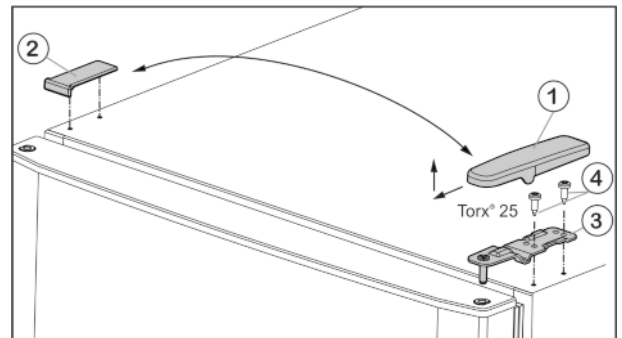
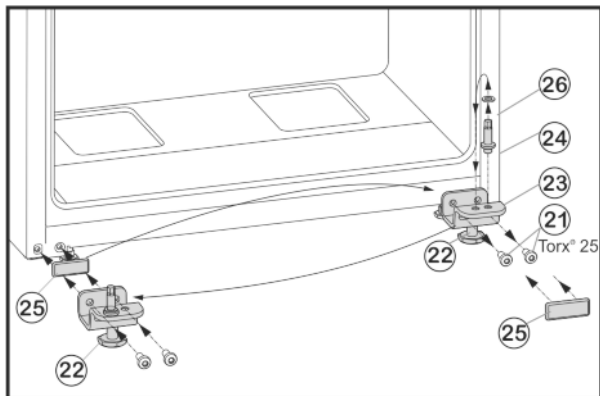

Fig. 4
Fig. 6
- ▶ Потяните крышку Fig. 4 (1) вперед и вверх.
- ▶ Снимите крышку Fig. 4 (2).
- ▶ Открутите верхний опорный кронштейн Fig. 4 (3)(2 шт. Torx® 25) Fig. 4 (4) и вытяните вверх.
- ▶ Открутите крепежные винты Fig. 6 (21).
- ▶ Снимите нижний опорный кронштейн Fig. 6 (23) вместе с опорным пальцем Fig. 6 (24), шайбой Fig. 6 (26) и регулируемой опорой Fig. 6 (22).
- ▶ Открутите опорный палец Fig. 6 (24) вместе с шайбой Fig. 6 (26) и, переставив в отверстие на противоположной стороне опорного кронштейна, снова прикрутите.
- ▶ Аккуратно снимите защитную пластину Fig. 6 (25) и переставьте ее на противоположную сторону.
- ▶ Прикрутите нижний опорный кронштейн Fig. 6 (23) вместе с опорным пальцем Fig. 6 (24), шайбой Fig. 6 (26) и регулируемой опорой Fig. 6 (22) с другой стороны шарнира (с моментом 4 Нм), при необходимости используйте аккумуляторный шурупверт.
- ▶ Установите нижнюю дверцу сверху на опорный палец Fig. 6 (24).
- ▶ Вставьте средний опорный кронштейн (13) с поворотом на 180° в нижнюю дверцу и прикрутите с помощью крепежных винтов (11)(2 шт. Torx® 25) на новую сторону шарнира (с моментом 4 Нм).
- ▶ Снова установите пластиковую шайбу (10).
- ▶ Установите верхнюю дверцу на средний опорный кронштейн (13).
- ▶ Установите верхний опорный кронштейн Fig. 4 (3) на новой стороне шарнира и защелкните в дверце.
- ▶ Привинтите верхний опорный кронштейн (с моментом 4 Нм)(2 шт. Torx® 25) Fig. 4 (4). При необходимости используйте аккумуляторный шурупверт.
- ▶ Наденьте и защелкните крышку Fig. 4 (1) на противоположной стороне снаружи.
- ▶ Также наденьте сверху и защелкните крышку Fig. 4 (2) на противоположной стороне.
- ▶ Выверните регулирующую опору Fig. 6 (22) на нижнем опорном кронштейне Fig. 6 (23) до ее соприкосновения с полом.